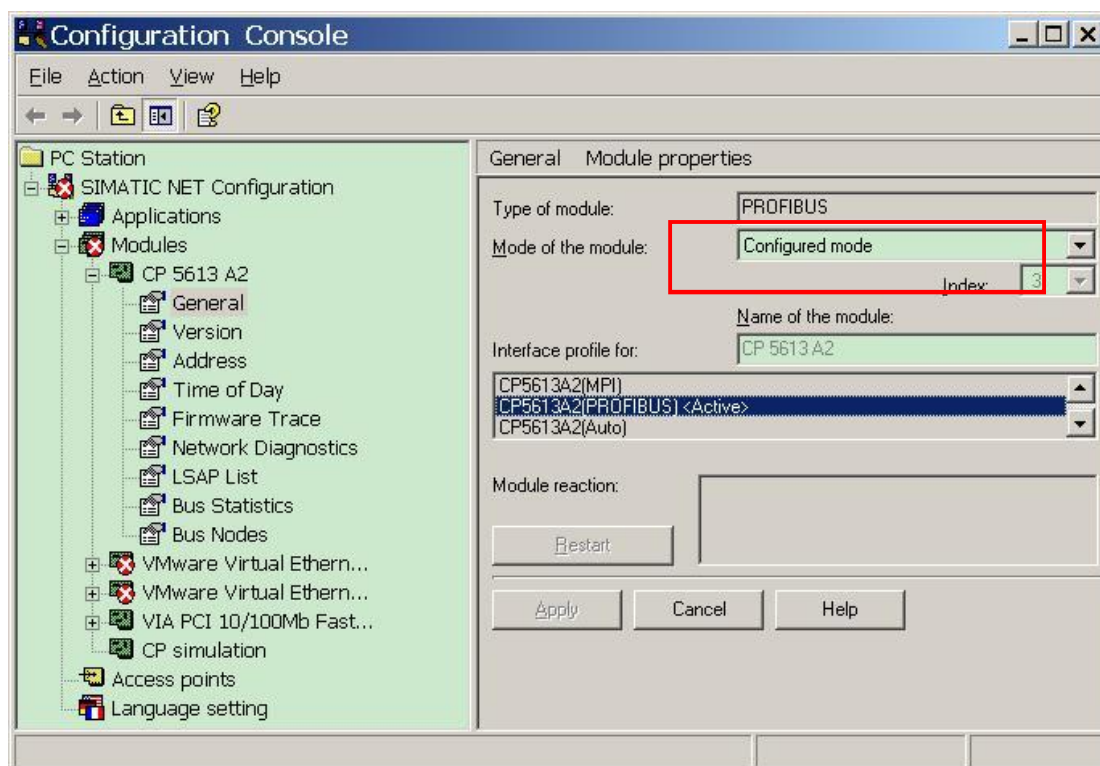

图 8 配置控制台
- 2) 正确完成 PC 站的硬件组态后，打开配置控制台（Start→SIMATIC→ SIMATIC NET→Configuration Console），可以看到 CP5613 A2 的模式已从 PG mode 切换到 Configured mode，Index 插槽号也自动指向 3。如图 8 所示。